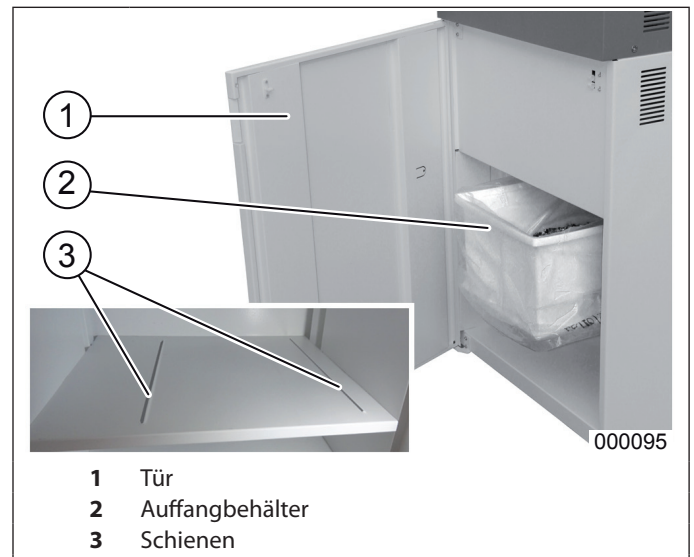

Abb. 4 Auffangbehälter
Entleeren Sie den Auffangbehälter (Abb. 4/2) wie folgt:
1. Tür (Abb. 4/1) öffnen.
6. Den Behälter wieder in die Maschine einsetzen. Den Behälter dabei zwischen den beiden Schienen (Abb. 4/3) korrekt positionieren und bis zur Rückwand schieben.